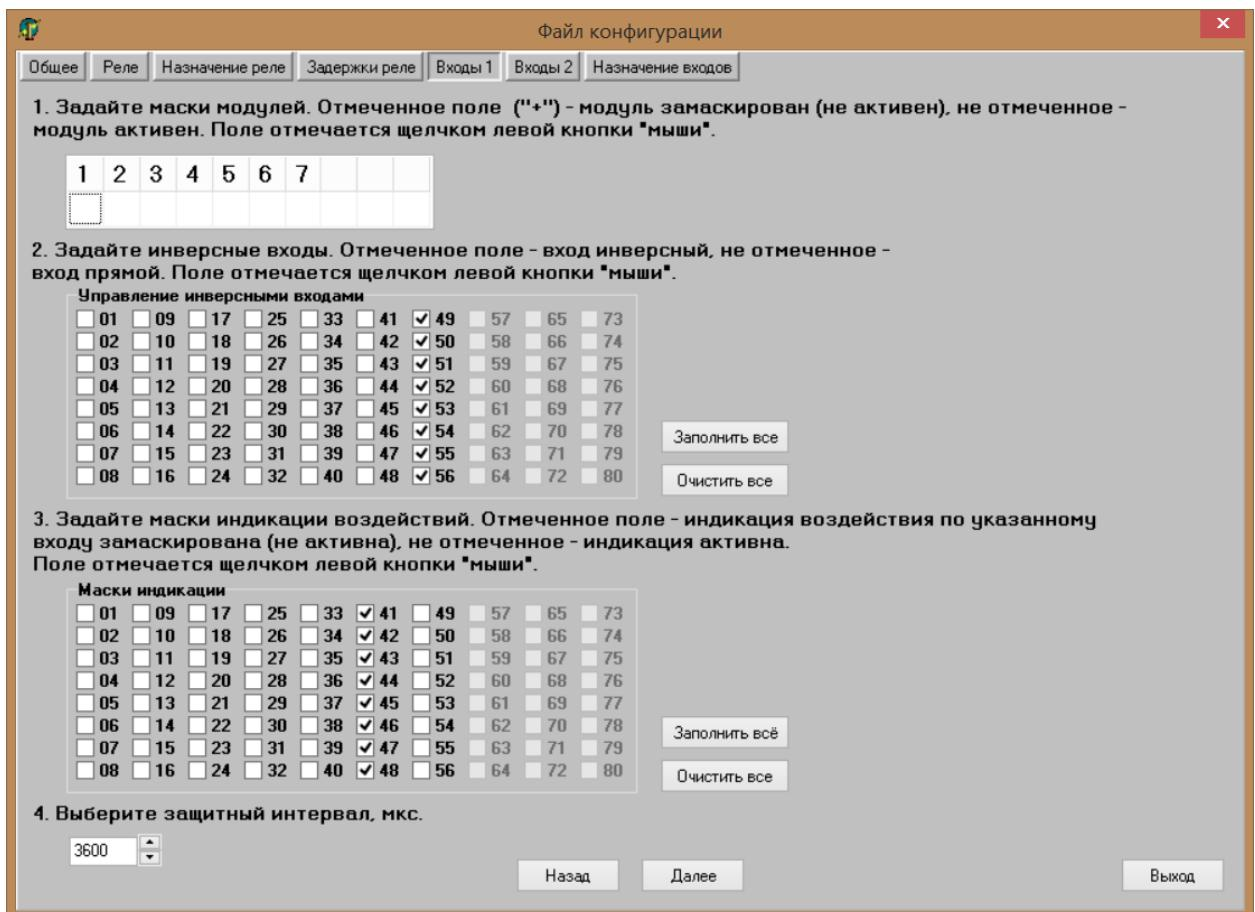

Рисунок 14 – Окно «Входы 1»
**Поле 4 «Защитный интервал»** предназначено для вывода информации и конфигурирования защитного интервала аппарата АРС. Диапазон уставки «защитный интервал»: 600 мкс – 150 мс с шагом 600 мкс (см. рисунок 14).